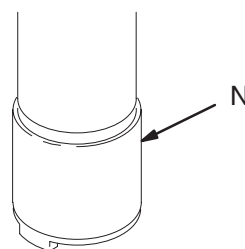

Fig. 4
Haga girar la bomba lentamente durante al menos 5 minutos y párela después y desconecte la manguera de aire. Empuje hacia arriba la bola de la válvula de admisión (N) para drenar la parte inferior de la bomba. Observe la Fig. 4. Coloque la bomba al revés para drenar la parte superior.